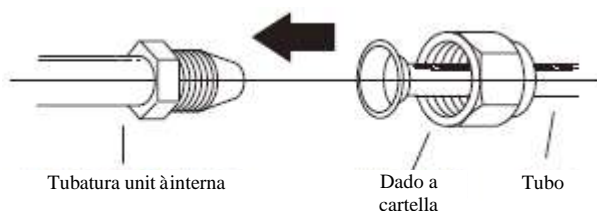

Fig. 5.7
1. Allinea il centro dei due tubi che conetterai. Vedi Fig. 5.7